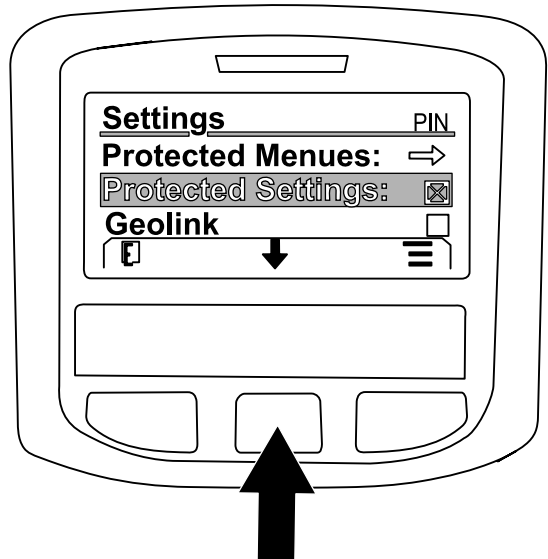

Figura 230
7. Pulse el botón central para desplazarse a la opción GEOLINK, y pulse el botón derecho para seleccionar la opción (Figura 230).